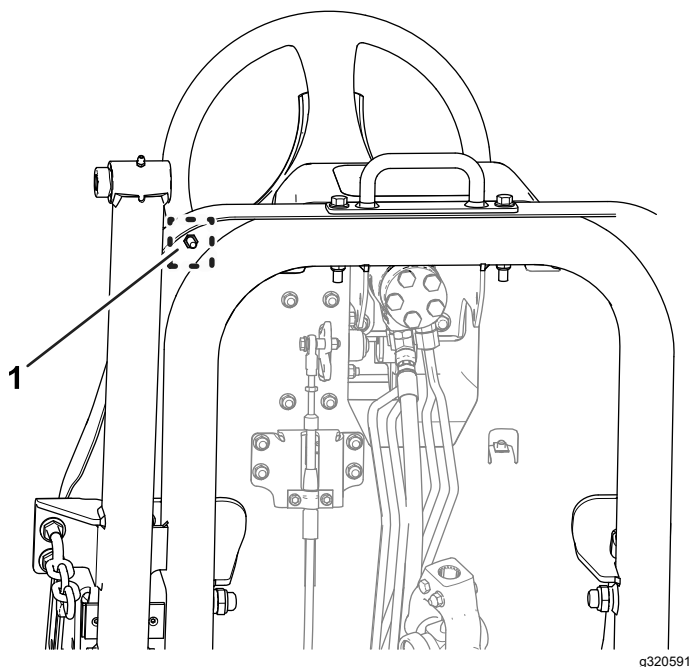

Bild 78
- B. Lösen Sie die Klemmmutter an der Unterseite der Fußplattform-Platte (Bild 78).
- F. Halten Sie den Fahrpedalanschlag fest und ziehen Sie die Klemmmutter an der Unterseite der Fußplattform-Platte (Bild 77 und Bild 78) auf 37-45 N·m an.